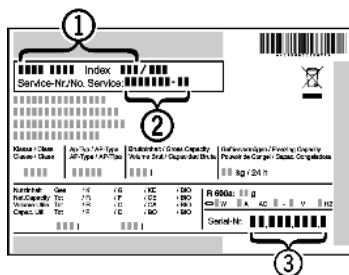

Fig. 68
- ▶ A készülék megnevezését Fig. 68 (1), a szerviz- Fig. 68 (2) és sorozatszámot Fig. 68 (3) a típustábláról olvassa le. A típustábla a készülék belsejében baloldalon található.